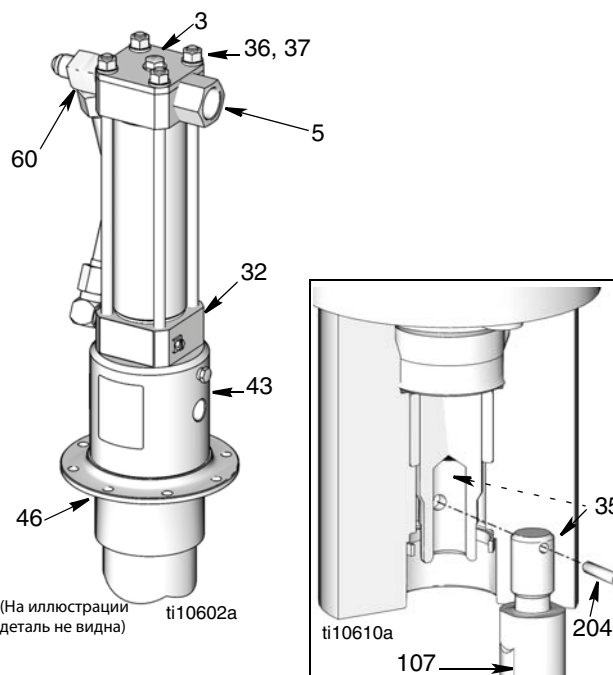

Рис. 4
1. Промойте насос. Остановите насос с поршневым штоком (35) (Рис. 4) в крайнем нижнем положении.
4. Медленно ослабьте фитинг гидравлического трубопровода подачи (60) и фитинг обратного трубопровода (5) (Рис. 4). Отсоедините шланги.